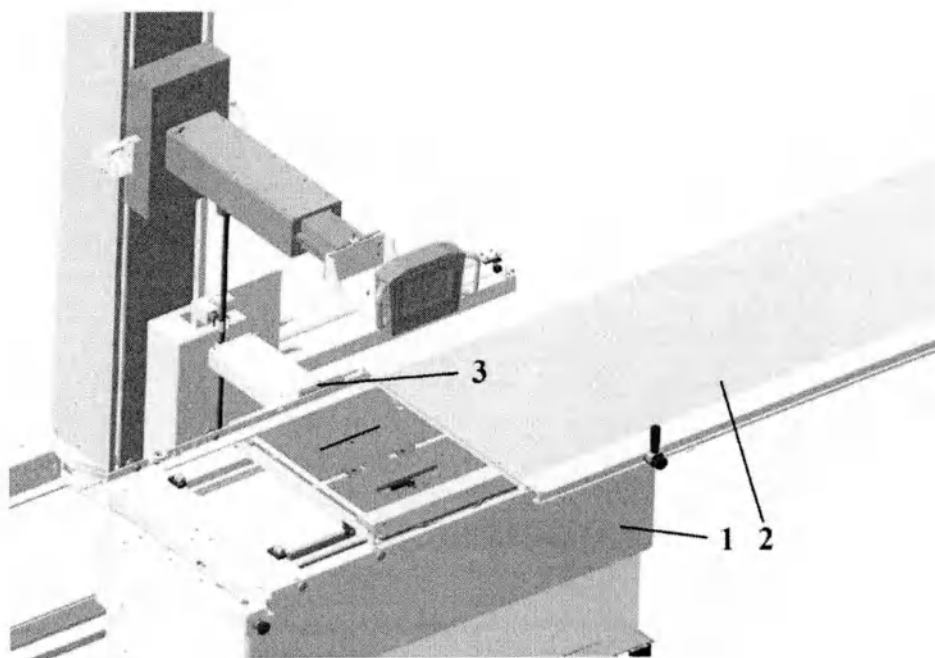

Рисунок 3.2 – Схема расположения электромагнита относительно деки стола
- осторожно скатить деку 2 (рисунок 3.2) со стола 1 стараясь не повредить электромагнит 3;
- осторожно накатить (рисунок 3.2) деку 2 на стол 1 стараясь не повредить электромагнит 3;